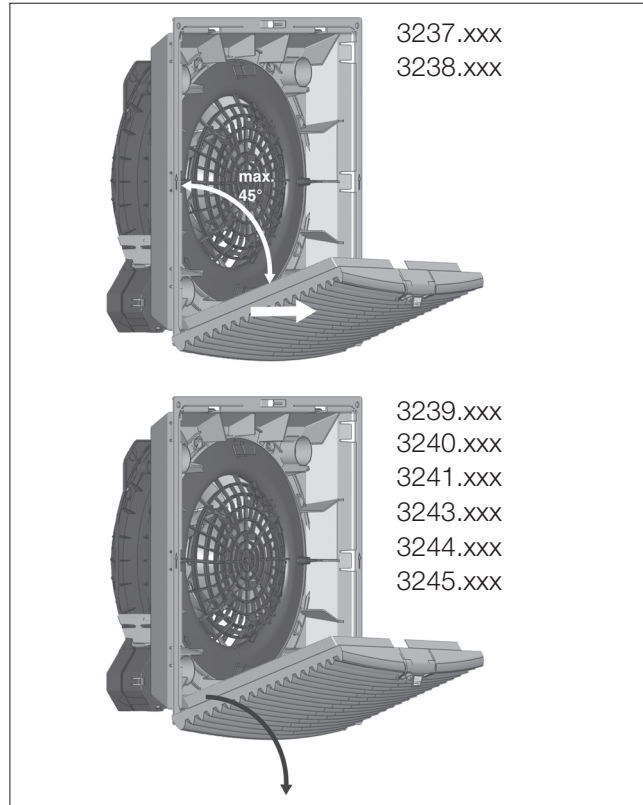

図2: プラスチックルーバーを外す
- 下方の穴を使用するには、図2のようにプラスチックルーバーを外します。